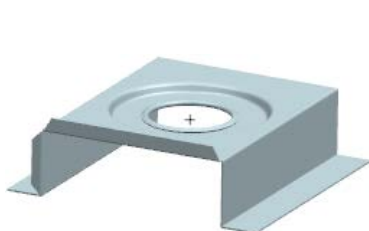
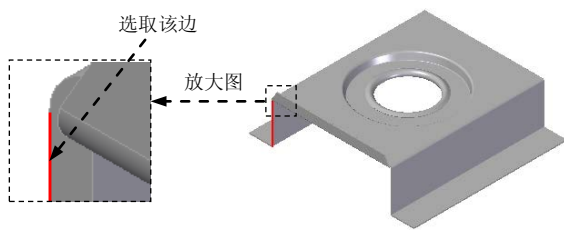

图 8.10.22 弯边特征 6
图 8.10.23 定义附着边
(5) 定义弯边属性及参数。单击“弯边选项”按钮，取消选中 ☐ 使用默认值* 复选框，在其“折弯半径 (R)”文本框中输入值 0.2，并取消选中 ☐ 折弯止裂口 (E) 复选框，单击按钮。
(6) 单击按钮，完成特征的创建。
Step10. 创建图 8.10.22 所示的弯边特征 6。
(1) 选择命令。在“主页”功能选项卡“钣金”工具栏下拉列表中单击“弯边”按钮。
(2) 定义附着边。选取图 8.10.23 所示的模型边线为附着边。
(3) 定义弯边类型。在命令条中单击“完全宽度”按钮；在“距离”文本框中输入值 5，在“角度”文本框中输入值 90，单击“外部尺寸标注”按钮和“外侧折弯”按钮；调整弯边侧方向向外，如图 8.10.22 所示。